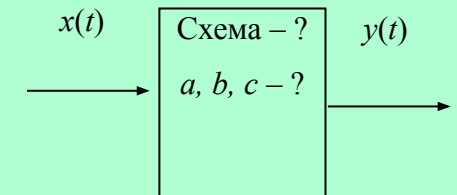

Рис. 4.26
• **2) Задача синтеза** электрической цепи состоит в отыскании схемы цепи (структуры цепи) и параметров ее элементов по заданным откликам и воздействиям. Схематично задача синтеза показана на рис. 4.26.
- требований к ней. **Рис. 4.26**